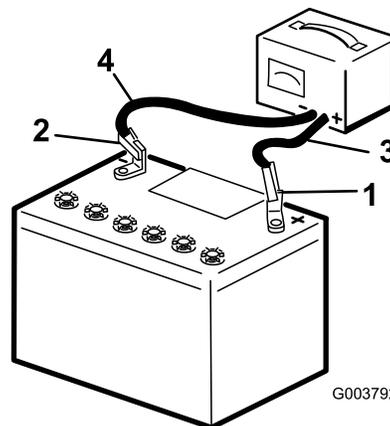

Figura 52
2. Caricate la batteria per 4-8 ore a 3-4 A (Figura 52). Non sovraccaricate.
scollegate i cavi di ricarica dai poli della batteria (Figura 52).